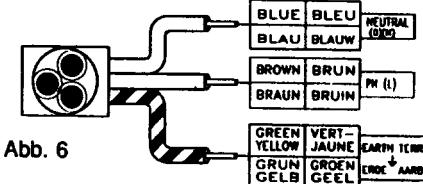

Abb. 6
- Den übrigen schwarzen oder braunen Draht muß an die Klemme mit dem Buchstaben "P, L, oder F" angeschlossen werden. (Siehe Abb. 6)